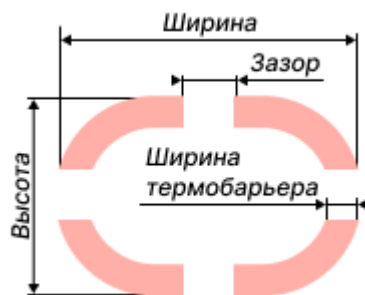

Рис. 220 Параметры апертуры
- **Ширина** – общая ширина всей аперттуры, включая зазоры и ширину термобарьера. Значение может быть задано в диапазоне 0,01 – 100 мм с шагом 0,1 мм, см. Рис. 220.